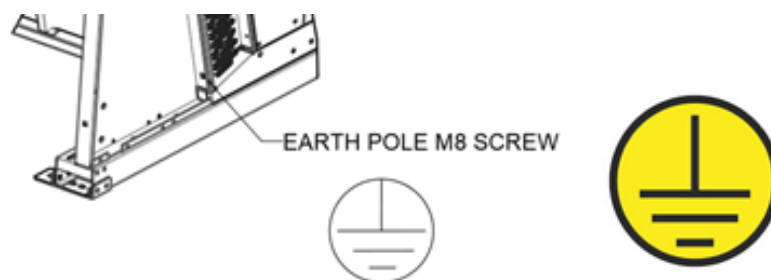

Fig. 6.3 - Particolare della posizione del polo di terra
Prima di collegare l'unità alla rete elettrica, verificare che siano stati utilizzati i dispositivi di sezionamento ed interruzione dalla rete di alimentazione, di protezione contro la scossa elettrica, di protezione dell'equipaggiamento e quant'altro previsto dalla normativa vigente. Il telaio di ogni modello è dotato di un polo di terra (PE) con etichetta di identificazione. E' **obbligatorio collegare il polo di terra del modello all'impianto o al conduttore esterno di messa a terra** (vedi Fig. 6.3).